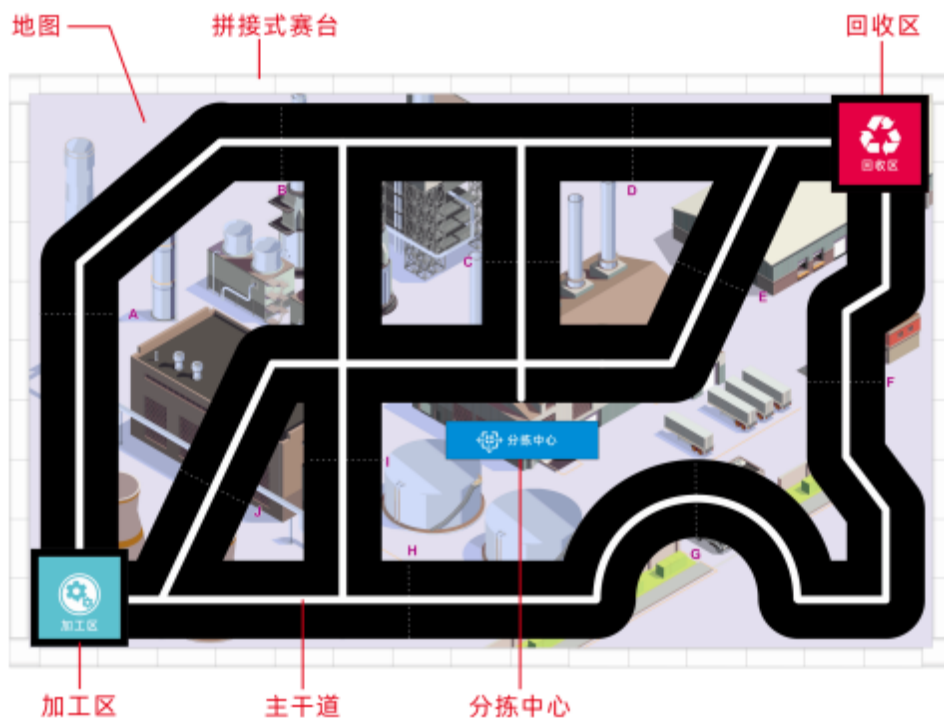

图1 比赛场地
比赛场地由拼接式赛台、地图和任务模型组成，图1是一个比赛场地的实例，实际场地以现场公布为准。
彩色喷绘的地图铺设在赛台的底板上。地图上有两个启动区（加工区及回收区），不规则分布着有白色引导线的主干道和几个功能区，图 1 中的地图仅为示例，比赛用的地图在赛前公布。
4.2.2.1 图 1 中，沿着主干道有 10 条与引导线正交的标记线。在标记线旁分别以“A、B、C、……J”英文字母标注。